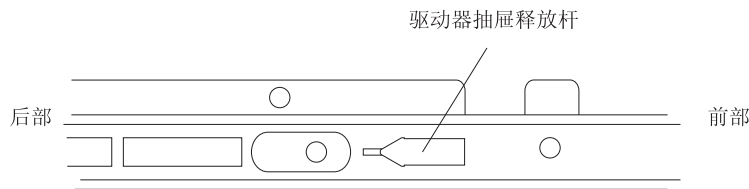

图 90. 驱动器抽屉一侧的驱动器抽屉释放杆
- d. 将驱动器抽屉两侧的驱动器抽屉释放杆（请参阅图 90）朝着您的方向滑动，然后从机柜中卸下驱动器抽屉。